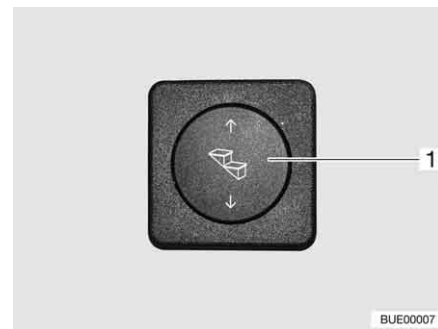

Fig. 13 Bouton poussoir marchepied
- Appuyer sur le bas du bouton-poussoir basculant (Fig. 13,1) et le maintenir pressé (pendant au moins 3 secondes) jusqu'à ce que le marchepied soit entièrement sorti.
- Appuyer sur le bouton-poussoir basculant (Fig. 13,1) vers le haut jusqu'à ce que le marchepied soit entièrement ressorti.